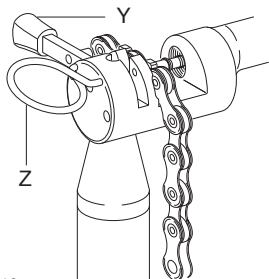

Fig.10
- Bloccate la maglia con l'apposito dispositivo di blocco (Z - Fig. 10).
- Verificate che la linguetta dell'utensile UT-CN400 sia in posizione esterna (Y - Fig. 10).